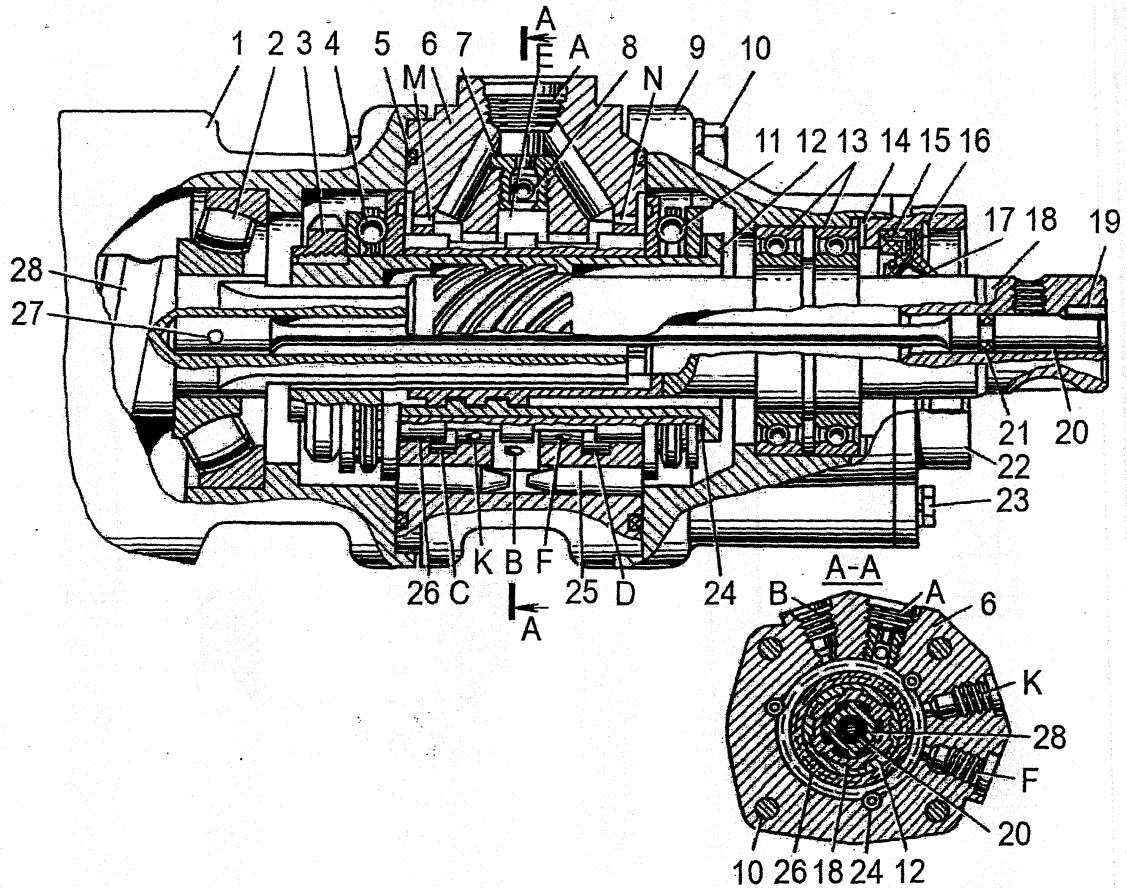

Рис. 55. Распределитель рулевого механизма:
Средняя расточка соединена с каналом для подвода рабочей жидкости от насоса, а крайние - с каналом для отвода жидкости на слив. В трех реактивных камерах корпуса размещены плунжеры 25 (см. рис.55), которые могут в нем свободно перемещаться.
3. Отсоединить вилку карданного вала 10 (см. рис.52) от входного вала 18 (рис.55), для чего вывернуть его стяжной болт.
2. Отвернуть болты 10 (рис.55) крепления распределителя к картеру 1 рулевого механизма.
Примечание. Рекомендуется перед снятием распределителя нанести метки взаимного расположения картера 1 (см. рис.55) рулевого механизма, корпуса 6 распределителя и его крышки 9.
7. Извлечь из крышки 9 (см. рис.55) вал 18 в сборе с подшипниками 13. Спрессовать с вала 18 подшипники 13.
18. Выбить штифт 27 (см. рис.55) крепления торсиона 20 и извлечь из винта 28 торсион.
12. Установить в корпус 6 (см. рис.55) распределителя реактивные плунжеры 25 и вернуть обратный клапан 7.
19. Установить распределитель 6 (см. рис.53) в картер 3 рулевого механизма по меткам, нанесенным при разборке. При этом круговые пазы в торсионе 20 (см. рис.55) и на входном валу 18 должны совпадать.
3. Поворотом входного вала 18 (см. рис.55) совместить метку на торце вала зубчатого сектора с меткой на сошке, надеть сошку на шлицы вала сектора и закрепить ее.